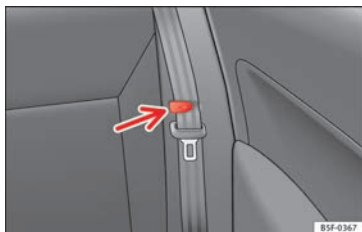

Fig. 109 Pinza para sujetar el cinturón de seguridad.
- Coloque los cinturones de seguridad laterales en la pinza del revestimiento » **fig. 109**.